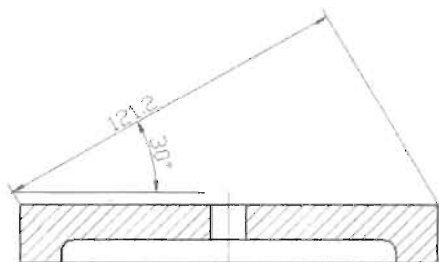

图 10-31
④ 水平(H): 强制进行水平型尺寸标注。
⑤ 垂直(V): 强制进行垂直型尺寸标注。
⑥ 旋转(R): 进行旋转型尺寸标注, 使尺寸标注旋转指定的角度, 如图 10-31 所示。